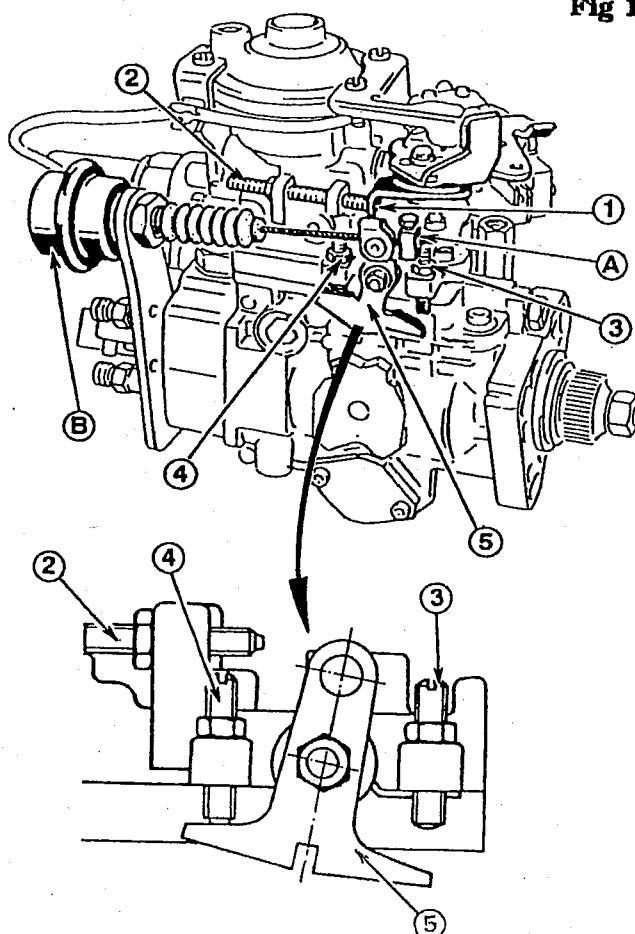

Fig 1
Le levier (5) (Fig 1) étant en appui sur la vis de butée (4), agir sur celle-ci pour obtenir un régime de ralenti de: 850 + ou - 25 tr/mn.
Mettre une cale d'épaisseur de 4 mm entre le levier d'accélérateur (1) (Fig 1) et la vis de butée (2). Agir ensuite sur la vis de butée pour obtenir un régime de : 1 150 tr/mn
Mettre le levier (5) (Fig 1) en appui sur la vis de butée (3) puis agir sur celle-ci pour obtenir un régime de ralenti accéléré de : 1 000 + ou - 25tr/mn.